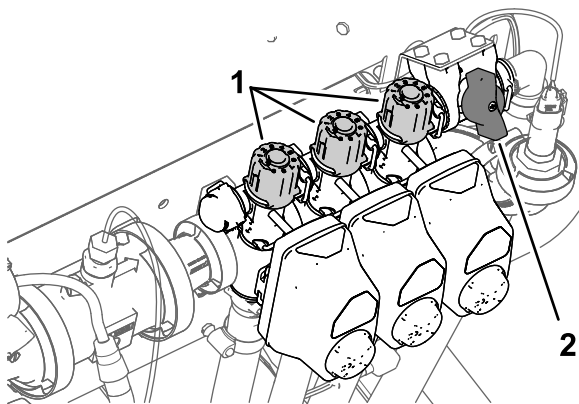

Figure 34
- Désactivez la section gauche et réglez le bouton de dérivation de section (Figure 34) jusqu'à ce que le débit affiché corresponde au précédent selon le tableau.
- Régalez le bouton de dérivation de la section droite (Figure 34) jusqu'à ce que le débit indiqué corresponde au précédent selon le tableau.
- Régalez le bouton de dérivation de la section centrale (Figure 34) jusqu'à ce que le débit indiqué corresponde au précédent selon le tableau.